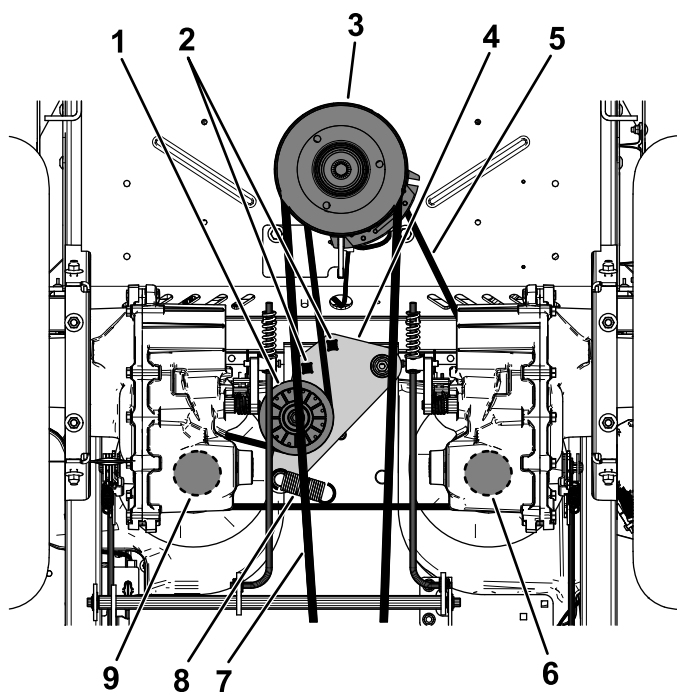

Figura 66
5. Utilice una llave de carraca de ½" o similar en uno de los taladros cuadrados del brazo tensor para aliviar la tensión del muelle tensor (Figura 66).
6. Retire la correa existente de la polea tensora, de las 2 poleas de transmisión de la bomba hidráulica y de la polea del motor (Figura 66).
7. Instale la correa nueva alrededor de la polea tensora, la polea del motor y de las 2 poleas de la bomba hidráulica (Figura 66).